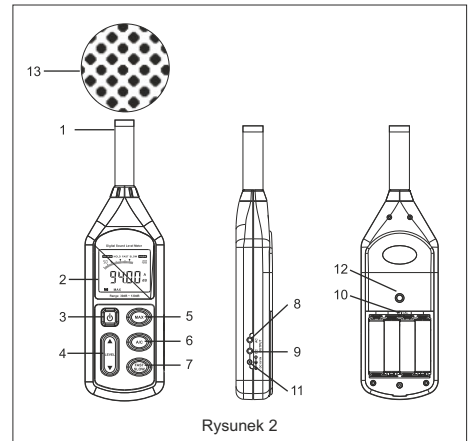

Rysunek 1
3. Włączyć kalibrator i wyregulować potencjometr wewnątrz komory baterii (Rysunek 1), aż na wyświetlaczu LCD pojawi się pożądaný poziom 94 dB.